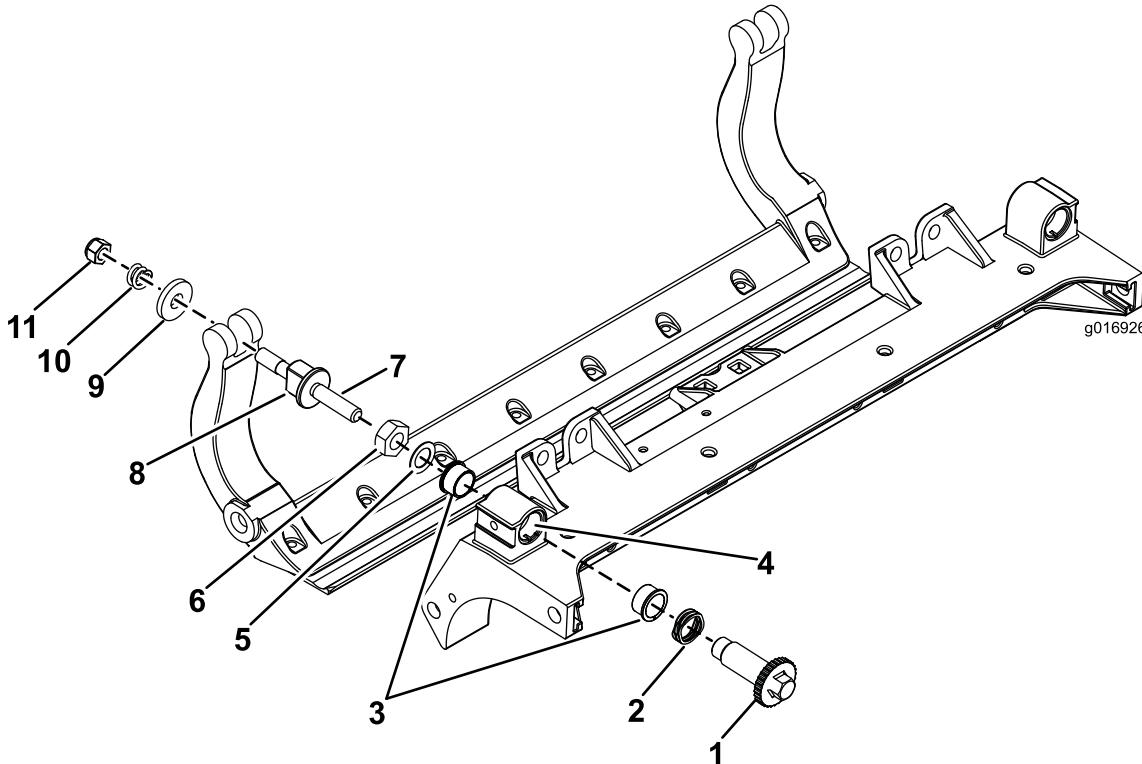

Figura 34
- Retire todas as peças (consulte as *Instruções de instalação* do Kit DPA HD Modelo n.º 120-7230 e a Figura 34).
- Aplique composto antigripagem no interior da área dos casquilhos na estrutura unidade de corte (Figura 34).
- Alinhe as chaves nos casquilhos das flanges com as ranhuras na estrutura e instale os casquilhos (Figura 34).
- Instale uma anilha ondulada no veio do ajustador e deslize o veio do ajustador para os casquilhos da flange na estrutura da unidade de corte (Figura 34).
- Prenda o veio ajustador com uma anilha plana e porca de bloqueio (Figura 34). Aperte a porca de bloqueio com 20–27 N·m.
Nota: Coloque uma anilha de nylon de cada lado da placa lateral. Coloque uma arruela de aço no exterior de cada uma das arruelas de nylon (Figura 34).